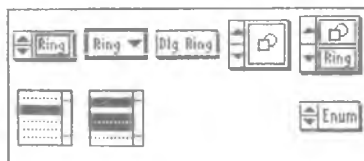

Рис. 3.14. Палитра "List & Ring"
3.4.4. Меню и диалоги. В палитре "List & Ring" ("Список и свиток") доступны средства управления, предназначенные для организации диалогового взаимодействия с пользователем (см. рис. 3.14). Все они представляют собой варианты меню, элементами которых могут служить как текстовые строки, так и изображения.